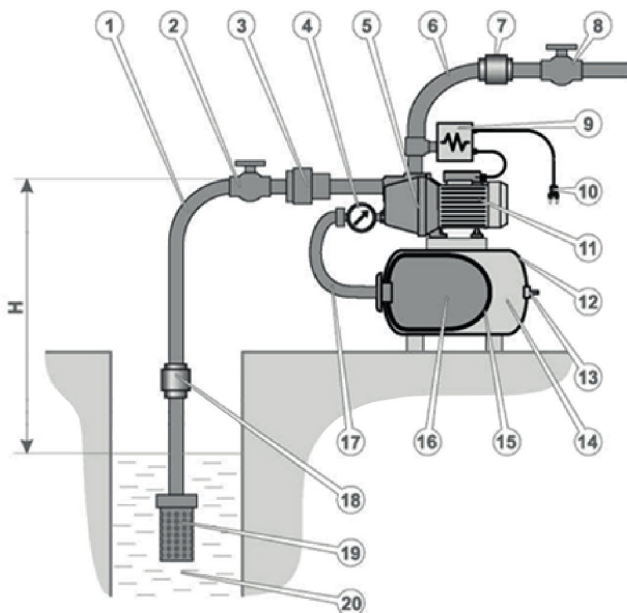

Рисунок 5. Схема можливого використання виробу в системах автономного водопостачання від свердловини, колодязя з глибини H не більше 8 м.
5.1.2 Можливий варіант монтажу виробу в системах автономного водопостачання від свердловини, колодязя глибиною не більше 8 м (рис. 5), вказівки щодо зменшення шуму або вібрації.
За загальної довжини вхідного трубопроводу понад 10 метрів або за глибини всмоктування (Н, рис. 5) більше ніж 4 метри рекомендується збільшити його перетин на 25-50 % від номінального. За цих обставин вхідний трубопровід рекомендується використовувати з мінімальною кількістю вигинів та поворотів для зменшення гідравлічного опору.